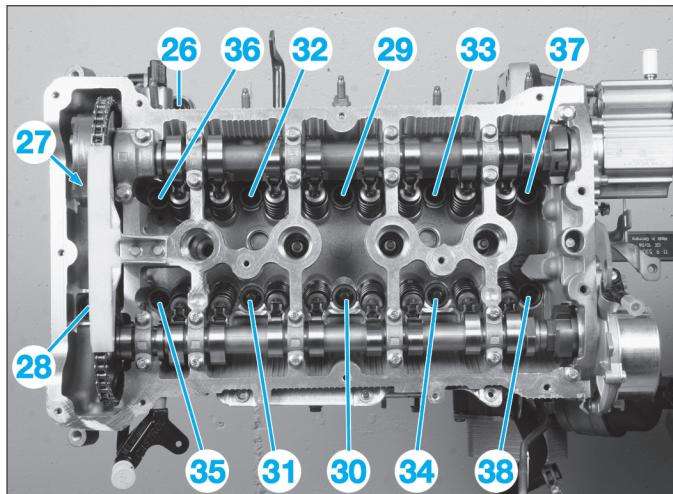

Fig. 72
- Desserrer en plusieurs passes et déposer les vis de culasse dans l'ordre de 26 à 38 (Fig.72).